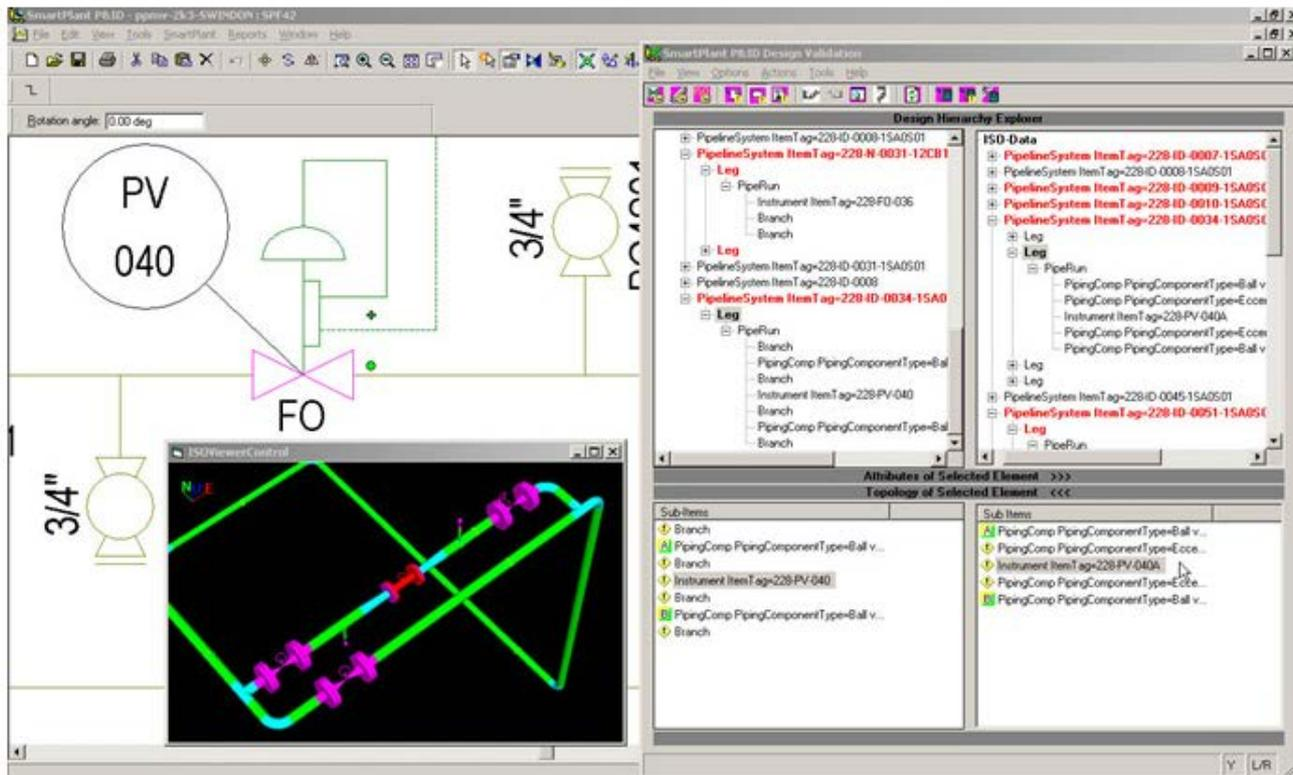

Рис. 4. Визуализация ошибки (несоответствие изометрических и технологических данных — неверное расположение элемента FO).
3. Результаты анализа (данные об ошибках, коллизиях и т.д.) предоставляются пользователям технологии для отработки в соответствующих САПР. Отображение ошибок имеет интуитивное графическое представление (рисунок 4.)